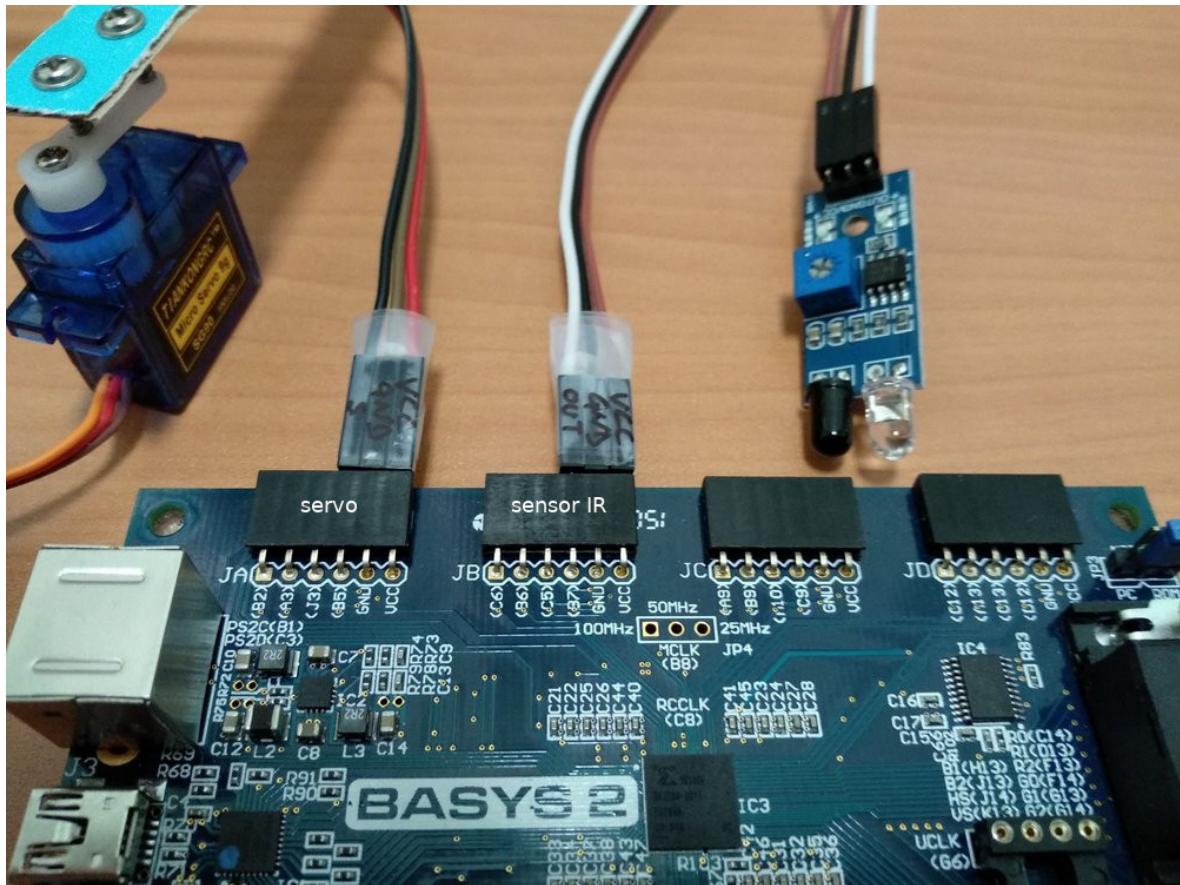

Figura 6: Conexión de servomotor y sensor IR.
8. Si hay disponibles servomotores, conecte un servomotor al conector de expansión JA de la placa como en la Figura 6. Localice el conector y realice las siguientes conexiones:
- Si hay disponibles sensores digitales de infrarrojos, conecte un sensor al conector de expansión JB de la placa como en la Figura 6. Localice el conector y realice las siguientes conexiones: